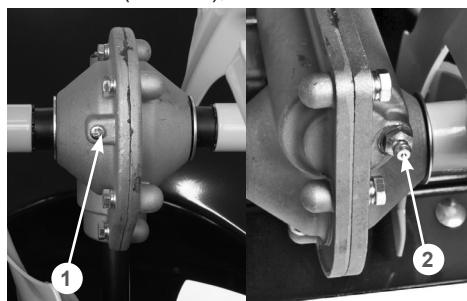

Рис. 35 Добавление смазки в редуктор
- выкрутите в нижней части редуктора винт 1 (Рис. 35);
- установите наконечник шприца на пресс-маслёнку 2 (Рис. 35) и добавляйте смазку в редуктор до тех пор, пока через отверстие в нижней части редуктора не начнёт выходить новая смазка;
- закрутите обратно винт 1 (Рис. 35).